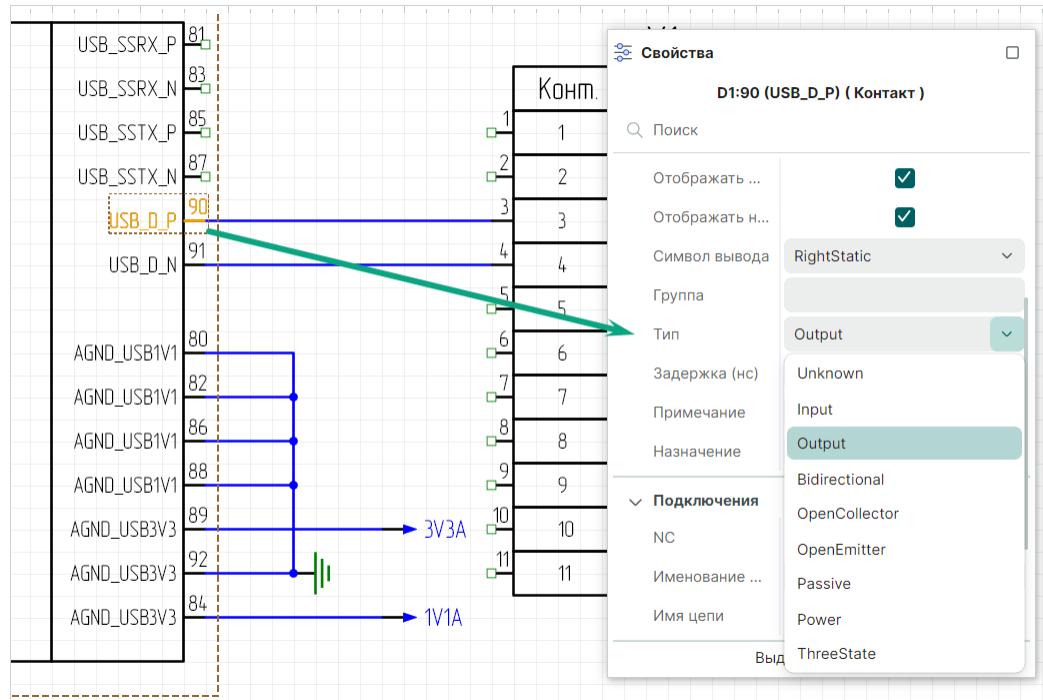

Рис. 136 Определение типа контакта элемента диффпарной цепи
2. В окне «Свойства» → «Вывод» → «Тип» выберите тип контакта Output, см. Рис. 136.